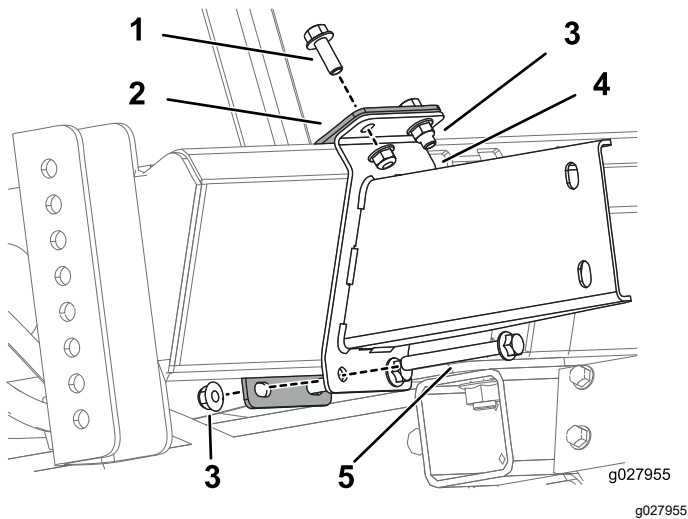

Figura 11
3. Sujete el soporte inferior y el refuerzo del soporte inferior al bastidor usando 2 pernos (3/8"-16), 2 pernos (3/8"-16 × 3 1/2") y 4 tuercas con arandela prensada (3/8"-16), como se muestra en la Figura 11.